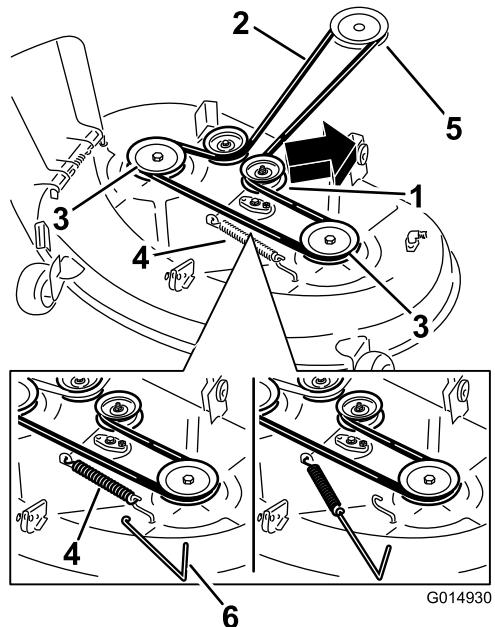
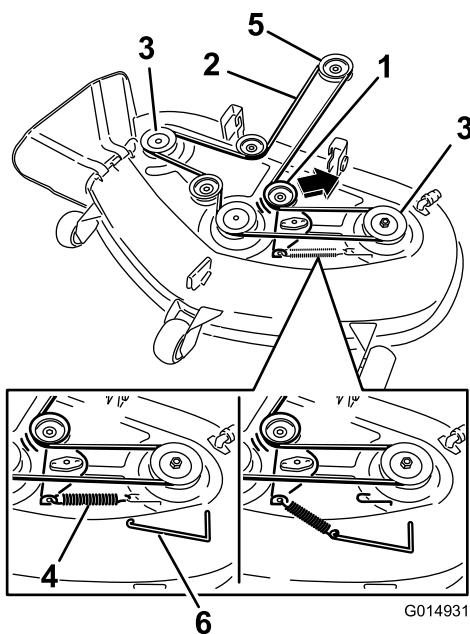

Figura 72
Figura 73
- Usando una herramienta para la retirada de muelles (Pieza Toro 92-5771), retire el muelle tensor del gancho de la carcasa para eliminar la tensión de la polea tensora, y retire la correa de las poleas (Figura 72 y Figura 73).
7. Pase la correa nueva alrededor de las poleas del motor y del cortacésped (Figura 73).
8. Usando una herramienta para la retirada de muelles, instale el muelle tensor sobre el gancho de la carcasa y tense la polea tensora y la correa del cortacésped (Figura 72 y Figura 73).